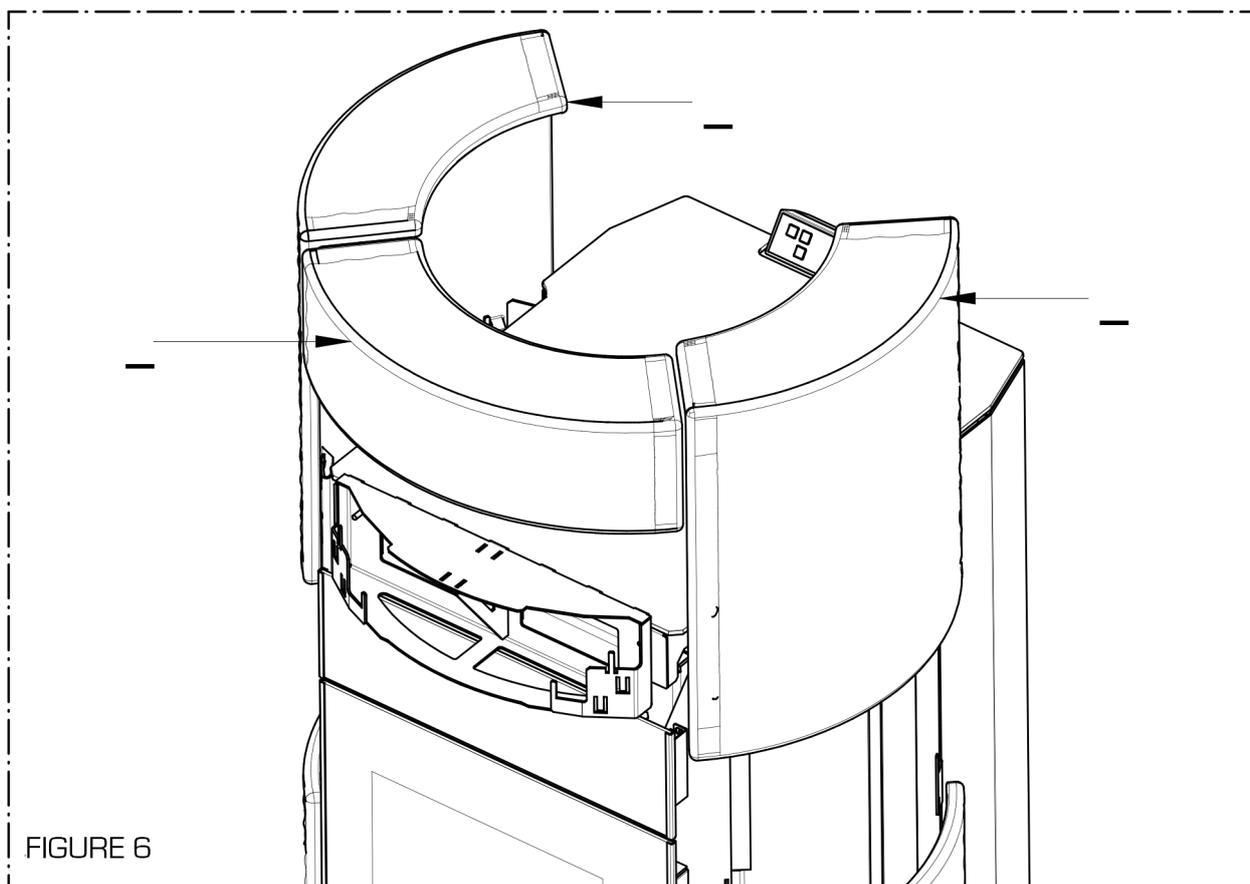
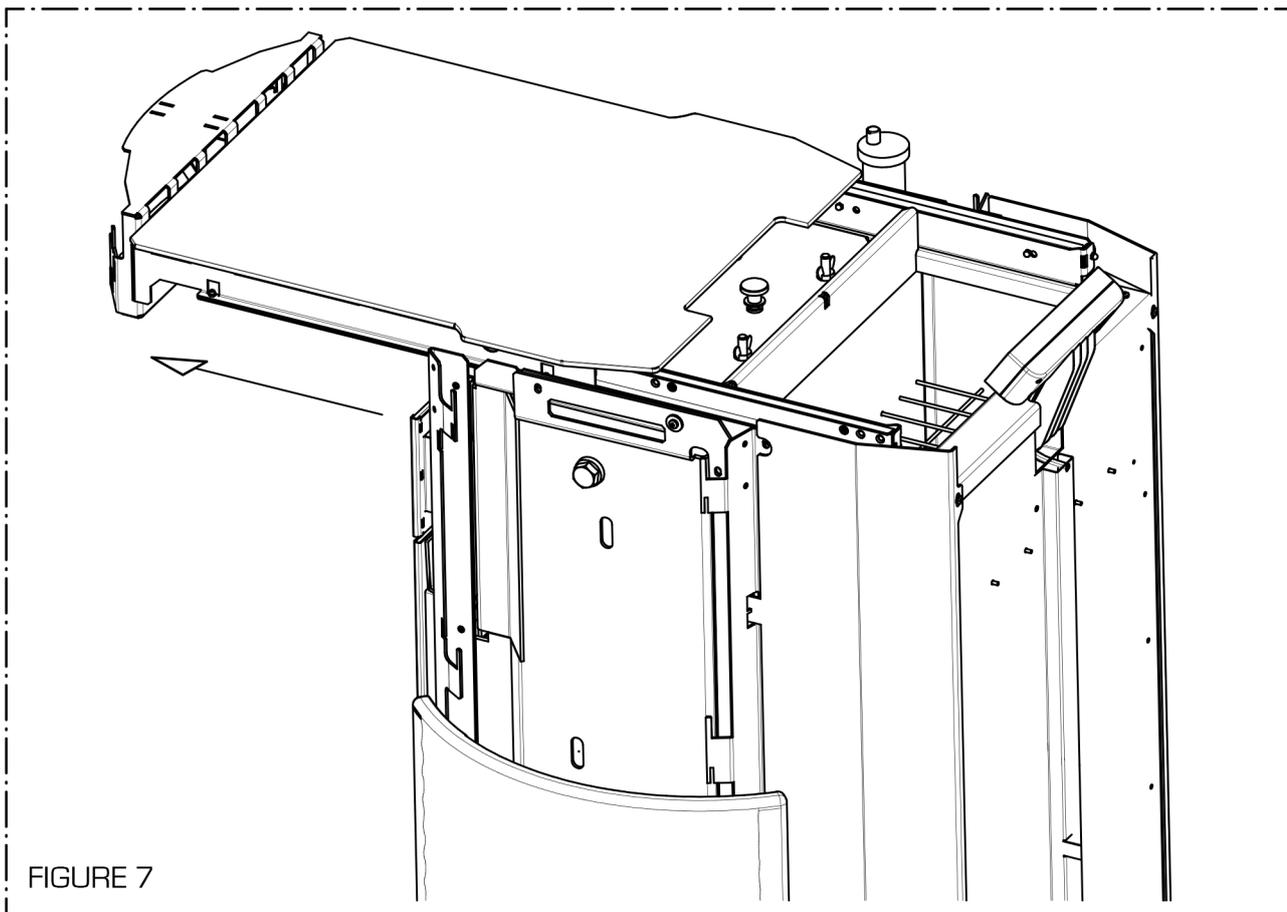

FIGURE 6
FIGURE 7
- Aspirer les cendres dans le compartiment supérieur de l'échangeur (Figure 11). Pour y accéder, retirer les 3 revêtements céramique supérieurs (Figure 6), puis retirer les 2 vis de blocage du capot du réservoir (Figures 7, 8 et 9), retirer ensuite le couvercle A en dévissant les 4 vis papillons et le pommeau de la tige de nettoyage de l'échangeur. Au remontage, vérifier l'intégrité de la garniture. Remplacer si nécessaire. Lors du remontage, prendre un soin particulier pour s'assurer de l'hérmétisme du foyer.